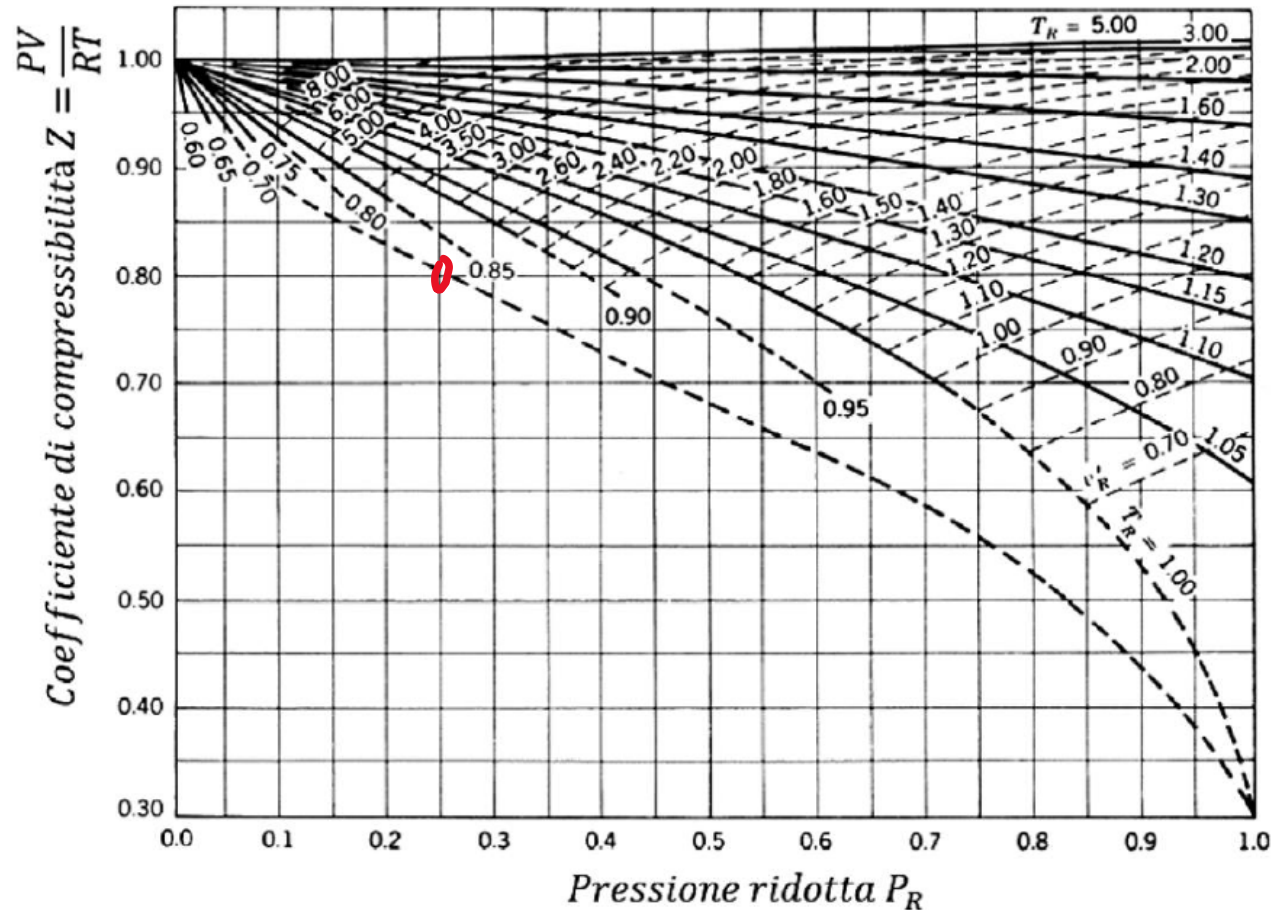

Figura 1: Valore del fattore di compressibilità, $Z = Pv/R^*T$, in funzione delle variabili ridotte $T_R = T/T_{cr}$ e $P_R = P/P_{cr}$.
- il diagramma generalizzato del fattore di compressibilità (Figura 1).